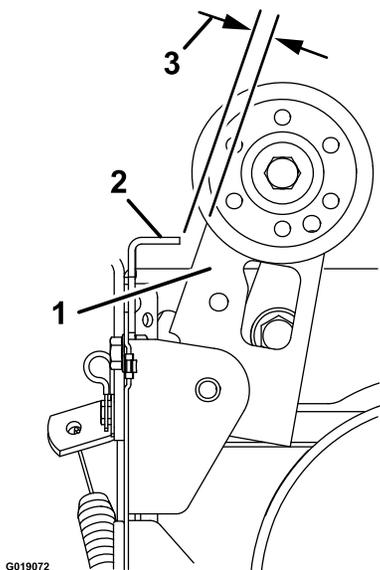

Figura 35
3. Ajuste el tensor hasta que el espacio entre el conjunto del embrague del cepillo y la pestaña sea de 3,2 mm (1/8 pulgada) (Figura 35).